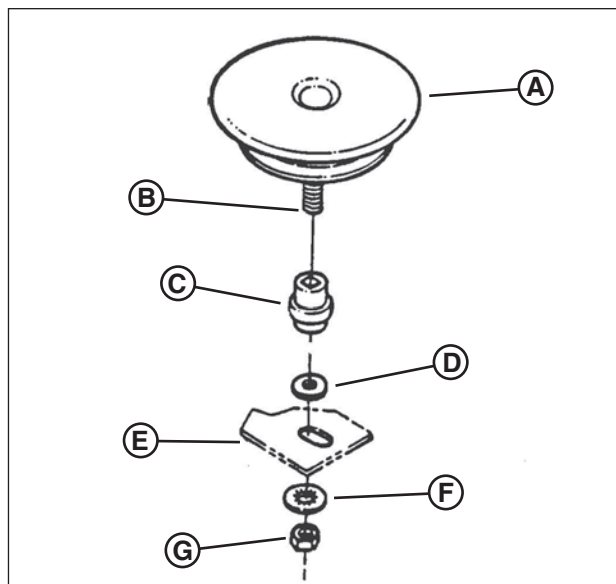

Figure 35: Dépose du disque d'entraînement
5. Tenez l'extrémité fendue du boulon du disque d'entraînement (**B, Figure 35**) à l'aide d'un tournevis et enlevez l'écrou (**G**) et la rondelle frein interne (**F**).